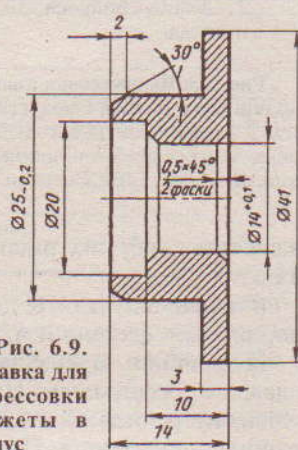

Рис. 6.9. Оправка для запрессовки манжеты в корпус
- ✓ манжету в корпус запрессовать с помощью оправки (рис. 6.9) и ручки 1 (см. рис. 6.12);